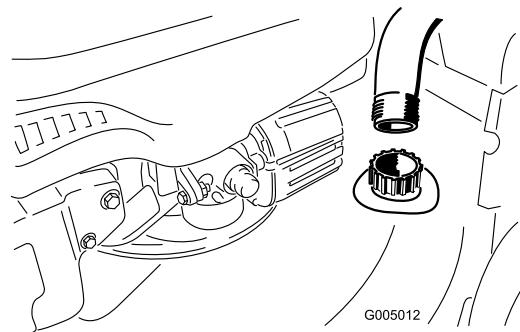

Figura 42
- Introduzca una manguera de jardín conectada a un grifo en el orificio de lavado de la carcasa del cortacésped (Figura 42).